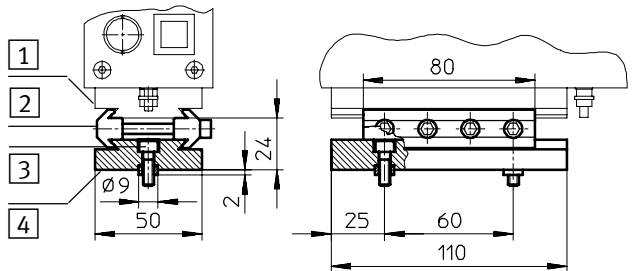

Bild 2/2: Befestigung der Checkbox mit Verbindungsbausatz HMSV-12
- der Warnhinweis am Gerät sichtbar bleibt (Bild 2/1)
- Checkbox und Fördereinrichtung stabil zueinander befestigt sind (Bild 2/3)